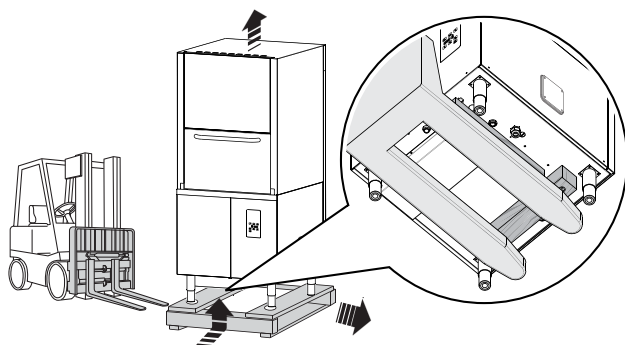

Figura 6 Posicionamiento de la máquina
- Izar el equipo con una carretilla elevadora introduciendo las horquillas como se indica a continuación, quite la base y colóquela en el lugar destinado (Figura 6).